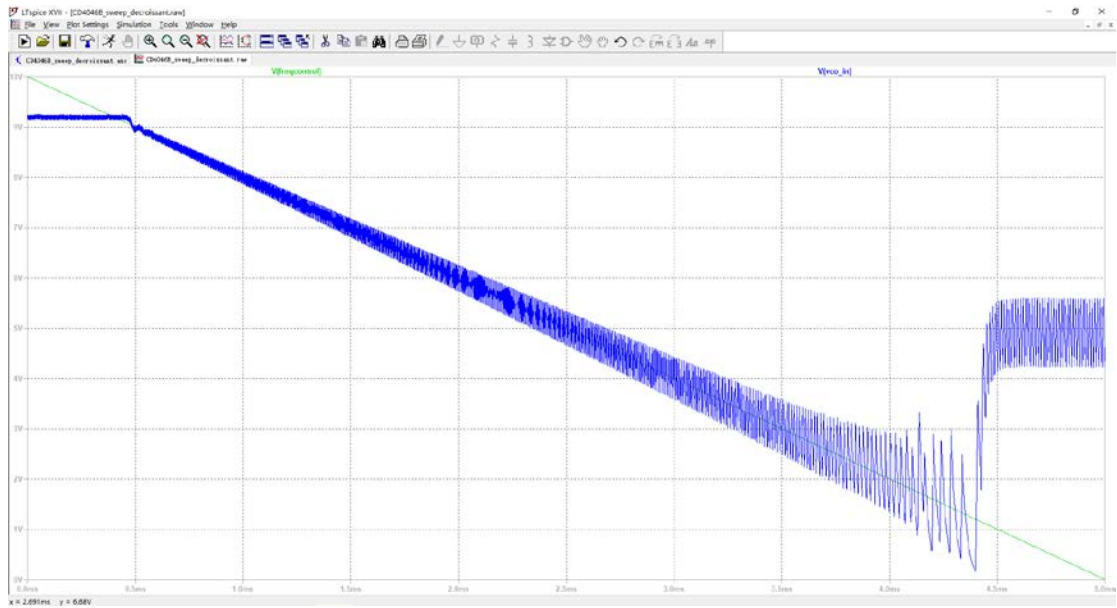

Figure 9
4. Si on choisit le comparateur de phase 1 avec $C_2 = 10 \text{ nF}$, on a le résultat dans la Figure 9.